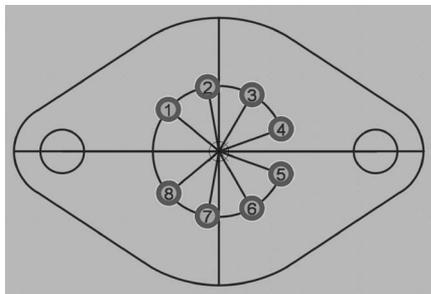

图 3-51 绘制外形轮廓
(6) 绘制外形轮廓,即该元件封装在电路板占用的空间尺寸,根据参数手册实际大小和形状绘制,同样在 Top Overlay 绘制,可通过快捷键 Shift+空格键切换布线模式进行曲线的绘制。最终如图 3-51 所示。